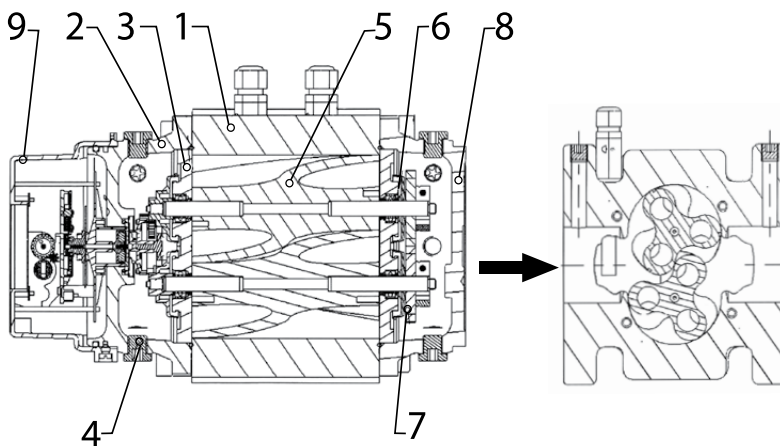

Рисунок 11. Счетчик Delta™ S-Flow™
- 1) S3F – счетчики произведенные с применением технологии S-Flow™ (см. Рис. 11 и 12);
- 1) S1F – счетчики произведенные с применением технологии S-Flow (см. Рис. 11 и 12);
4.1 Счетчик (см. Рис. 11) состоит из таких основных частей:
- корпуса (1);
- переднего картера (2);
- передней пластины (3);
- горловин для заливки масла (4);
- роторов (5);
- подшипников (6);
- пары шестерней (7);
- заднего картера (8);
- блока отсчетного устройства (9).